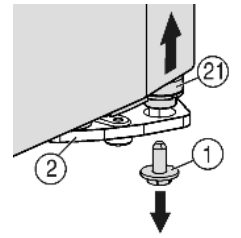
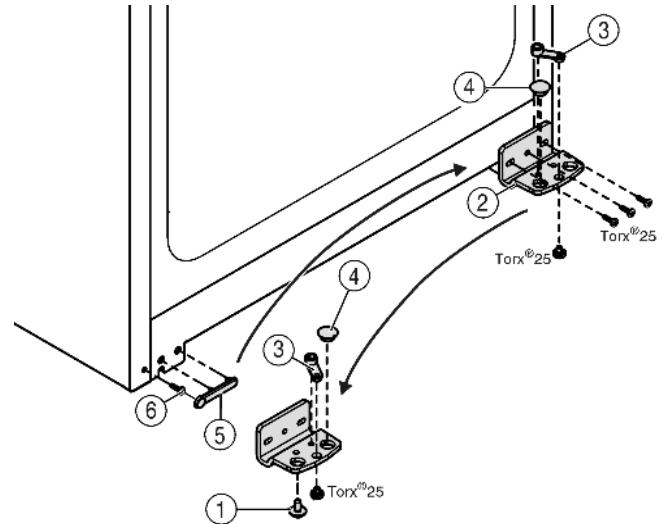

Fig. 6
Fig. 7
- ▶ Rechts onder aan de lagerbus de borgschroef Fig. 6 (1) uitdraaien.
- ▶ De lagerbout Fig. 6 (21) komt uit de lagerbus Fig. 7 (2) los.
- ▶ Indien de lagerbout Fig. 6 (21) niet kan worden losgedraaid, de bout van onderaf naar buiten drukken.
- ▶ Lagerbus Fig. 7 (2) losschroeven.
- ▶ Lagerdeel Fig. 7 (3) losschroeven en in het tegenoverliggende opnamegat van de lagerbus omzetten en weer vastschroeven.
- ▶ Stop Fig. 7 (4) uit de lagerbus verwijderen en in de tegenoverliggende opening van de lagerbus omzetten.
- ▶ Afdekking Fig. 7 (5) aan kant van de greep voorzichtig wegnemen.
- ▶ Schroef Fig. 7 (6) uitdraaien en aan de andere kant weer indraaien.
- ▶ Afdekking Fig. 7 (5) weer terugplaatsen.
- ▶ Lagerbus Fig. 7 (2) aan de nieuwe scharnierzijde evt. met behulp van een accuschroevendraaier weer **goed (met 4 Nm)** vastschroeven.
- ▶ Borgschroef Fig. 6 (1) onder in de lagerbout draaien en vastschroeven (met 4 Nm).